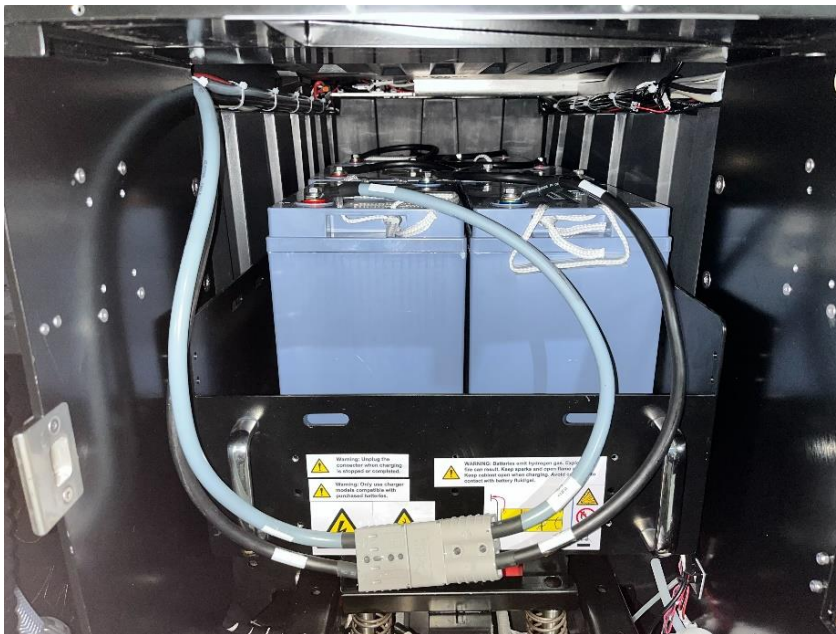

Fig. 6
12. Sluit de batterijstekker aan op de stekker van de REXSCRUB-kabel (Fig. 6).